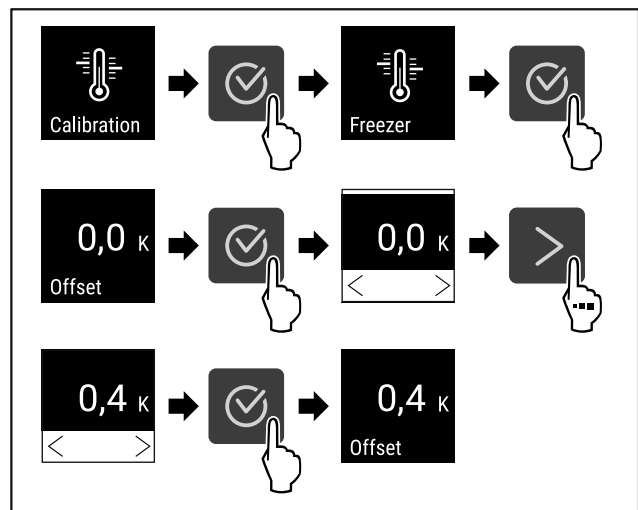

Fig. 95
- ▶ Efectuați pașii de acțiune (vezi Fig. 95).